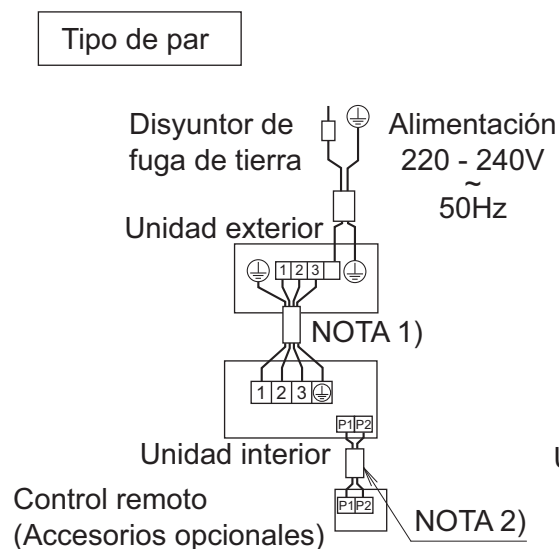

Fig. 40
- **Tipo por pares:** 1 mando a distancia controla 1 unidad interior (sistema normal). (Consulte la Fig. 40)